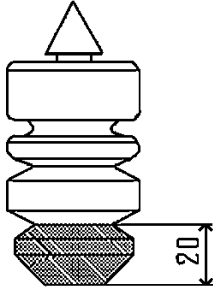

図4-1
1. 図4-1を参考に、
③バンブラバー（純正部品）
を加工してください。（図4-1）